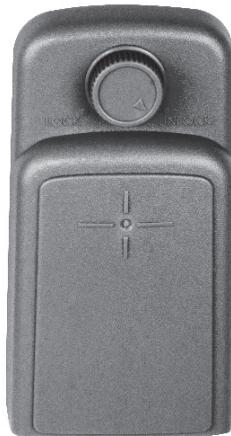
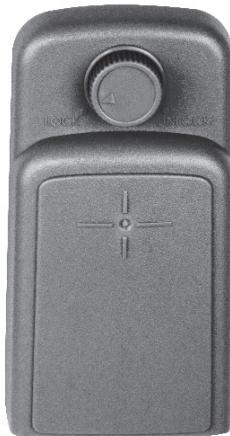

Рис. 5-1
Рис. 5-2
(1) Поверните ручку на батарейном отсеке до совпадения метки «▼» с надписью «UNLOCK» (ОТКРЫТО), после чего снимите батарейный отсек, как показано на Рис. 5-1.
(2) Откройте крышку отсека, вставьте в него четыре батареи АА, соблюдая полярность (+) и (-).
(3) Вставьте выступающую деталь в нижней части батарейного отсека в паз прибора, после чего дожмите батарейный отсек на место. Затем поверните ручку до совпадения метки «▼» с надписью «LOCK» (ЗАКРЫТО) (как показано на Рис. 5-2).